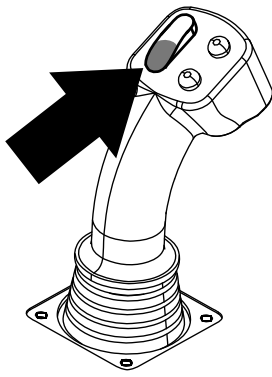
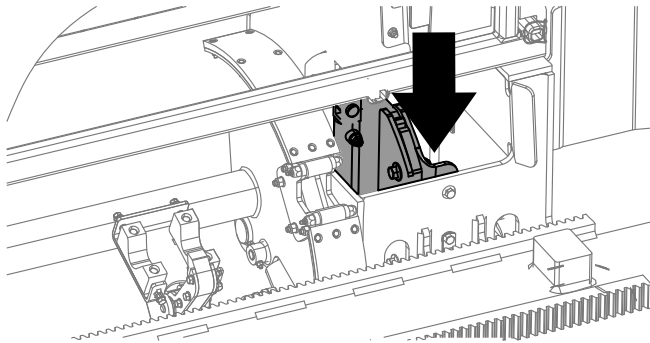

Figure 27
Figure 28
3. Maintenez le haut de l'interrupteur à bascule enfoncé (Figure 27) jusqu'à ce que la came tourne vers la rangée sélectionnée et que l'élévateur abaisse la tige dans l'ouverture (Figure 28).